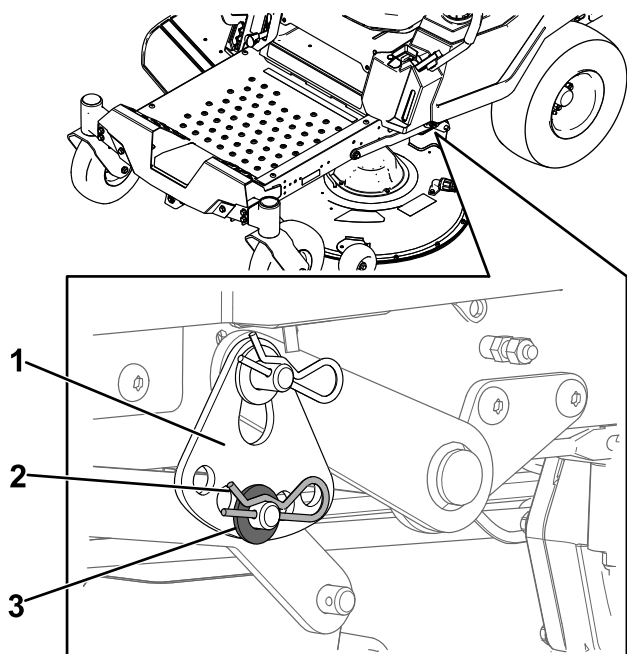

Figura 66
6. Remova o perno de gancho e a anilha do pino do braço de elevação (Figura 66).